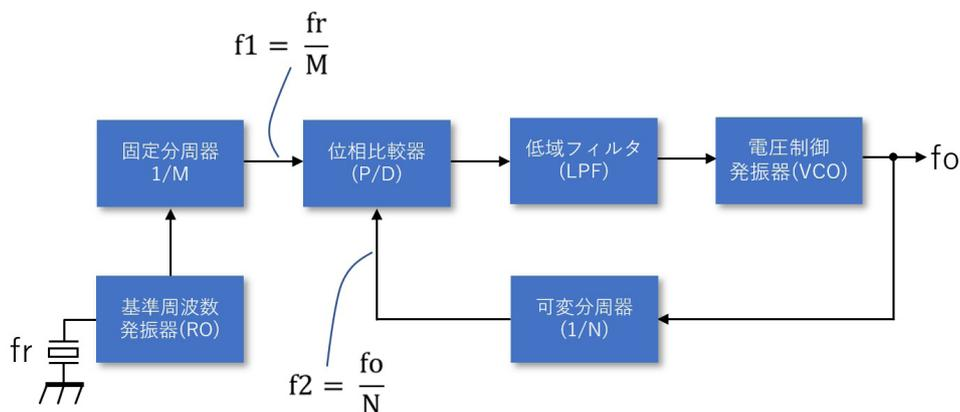

図 8  $f_r$  と  $f_o$  の関係
基準周波数発振器 (RO) の周波数は、図 8 では  $f_r$  です。 $f_r$  の周波数は、MHz オーダーの高い周波数ですから、それを低い周波数にするために分周器 (1/M) で分周します。その分周した固定分周器の出力周波数  $f_1$  は、 $f_1=f_r/M$  となります。VCO の発振周波数を予め希望目的周波数として LC 回路で設計しておきます。希望目的周波数  $f_o$  は、無線機の回路の局部発振回路 (LO) 等に使われる信号ですので、無線機のダイヤルを回すと周波数が変わります。そのため可変分周器 (1/N) を外部からプログラムで絶えず  $f_1$  の周波数となるように分周比を決めます。つまり、 $f_2$  は、VCO の出力周波数 ( $f_o$ ) を N 分の 1 した周波数ですので、 $f_2=f_o/N$  となります。